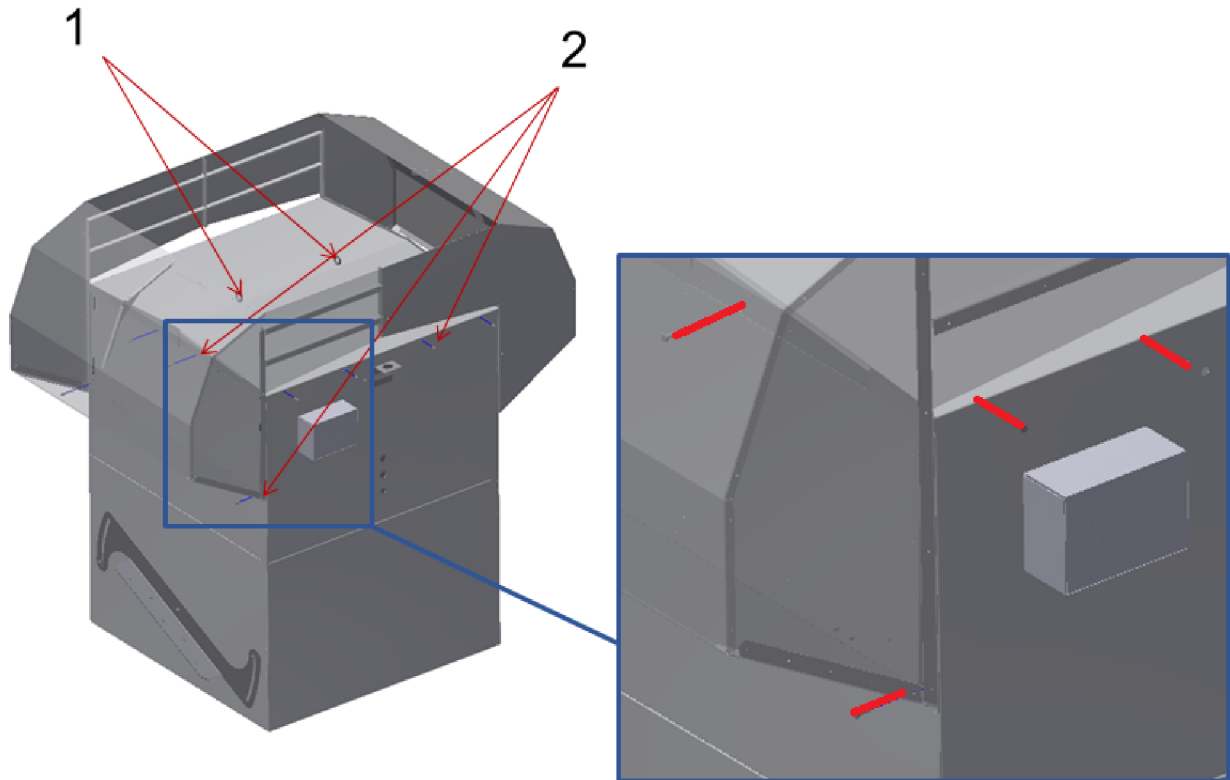

Abb. 22: Demontage Regenhaube
- Die Schrauben ( Abb. 22 /2) entfernen
- Regenhaube vom Grundgerät herabheben, bei den NG355 bis NG630 per Hand und ab NG710 mittels geeigneter Hebevorrichtung an den dafür vorgesehenen Ringschrauben Abb. 22 /1)